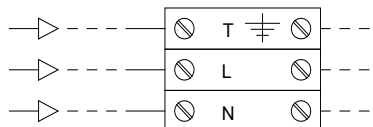

Figura 5
- I fili di alimentazione vanno collegati al morsetto a vite "F", "N" (vedi Figura 5);
- Collegare il filo di messa a terra nell'apposito morsetto a vite di color giallo/verde (vedi Figura 5);